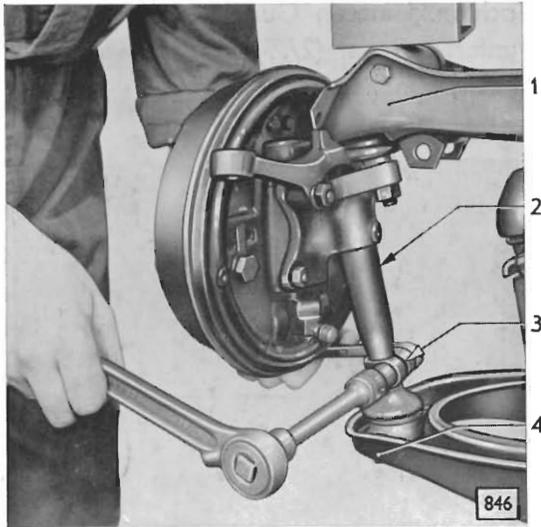

Bild 28 - Obere Achsschenkelbefestigung lösen
8. Am Achsschenkel (28/2) Sechskantmutter mit Federring der Klemmschraube lösen (Bild 28) und Sechskantschraube aus Klemmschelle (28/3) herausziehen.